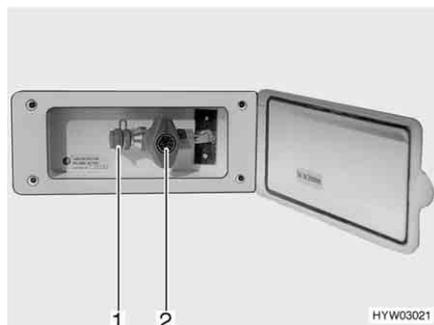

Bild 153 Externer Gasanschluss, Gasabsperrentil geschlossen
Der externe Gasanschluss (Bild 153) befindet sich je nach Modell am Heck oder auf der linken bzw. rechten Fahrzeugseite.
- Externes Gasgerät an der Anschluss-Stelle (Bild 153,1) anschließen.
- Das Gasabsperrentil (Bild 153,2) öffnen.